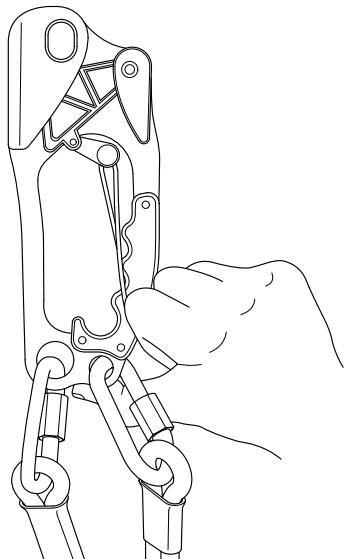

FIG. 1
1. Hold enheten og trekk tilbake fjærarmen og taugrepet (fig. 1).